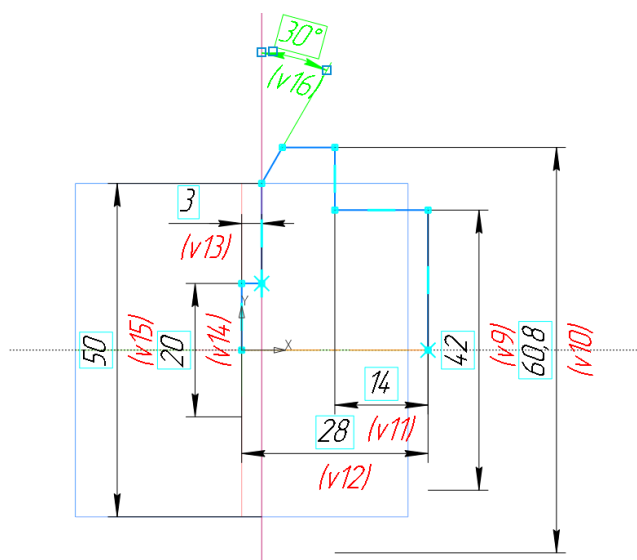

Рис. 2 Эскиз наружной поверхности модели детали
- **Инструменты эскиза – Геометрия – Отрезок.** Параметры команды Отрезок: геометрические ограничения – Объединить точки: начало координат (0, 0, 0) и первая точка отрезка, Выравнивание отрезков по горизонтали и вертикали; размерные зависимости (рис. 2).